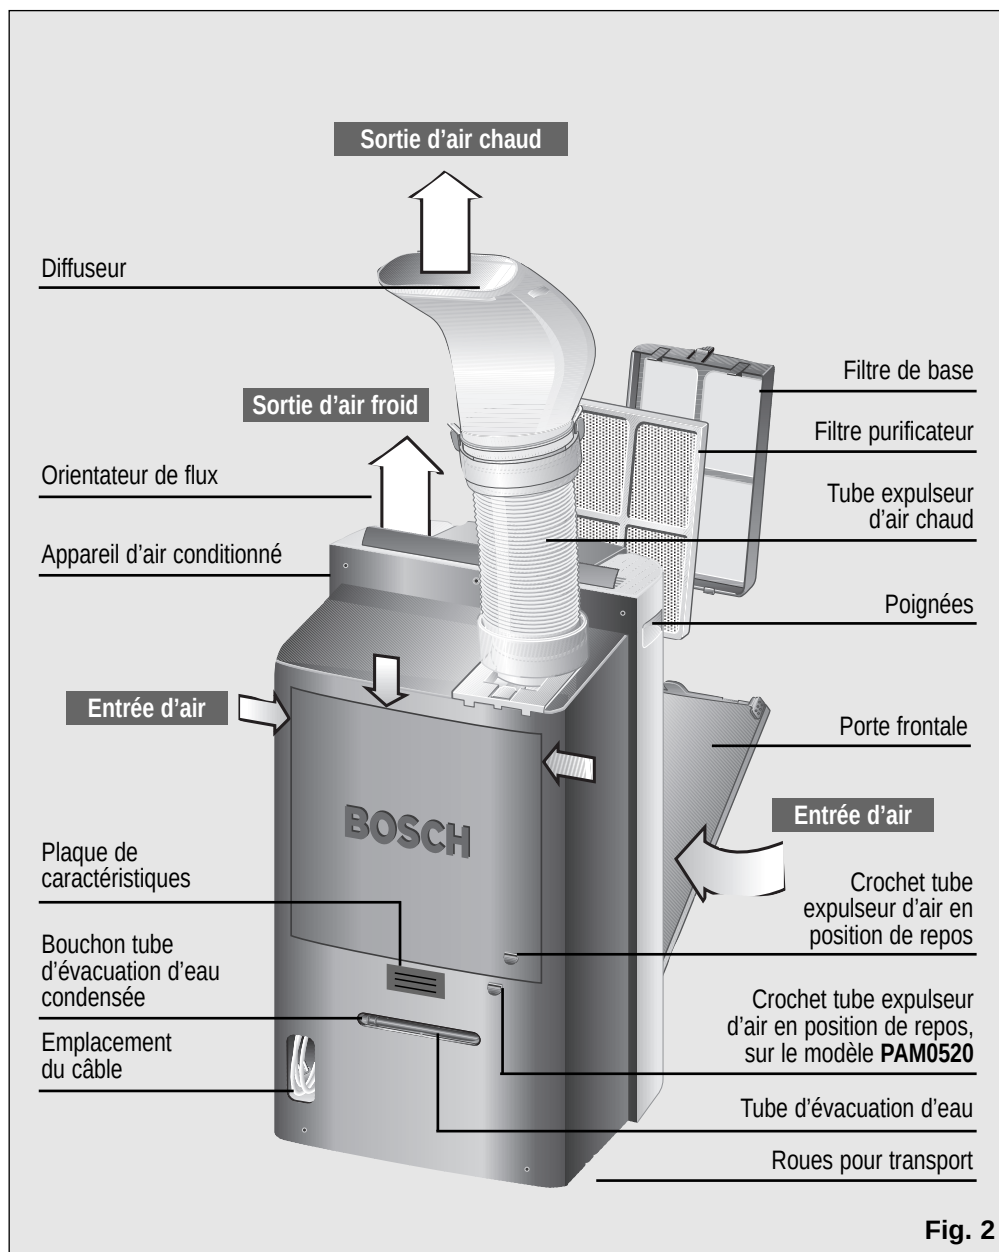

Fig. 2
- ☐ Le câble de branchement sur secteur dispose d'un logement dans la partie postérieure de l'appareil. Voir **Fig. 2**.